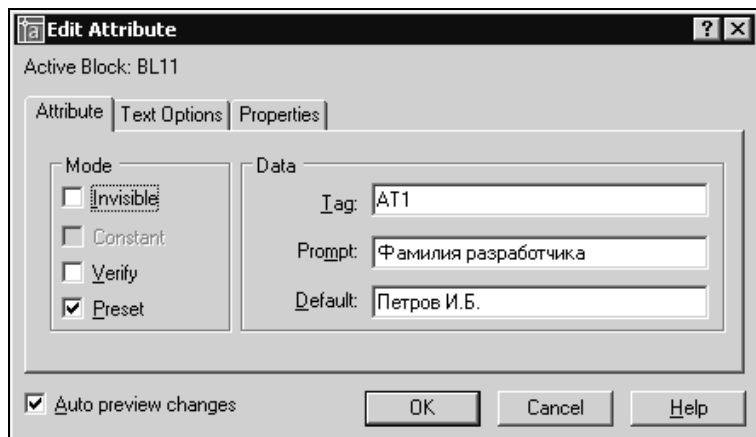

Рис. 17.10. Диалоговое окно редактирования атрибута внутри блока
4. В диалоговом окне **Edit Attribute** (Редактирование атрибута) (рис. 17.10) внесите все необходимые изменения в описание атрибута и щелкните мышью на кнопке **ОК** для выхода из диалогового окна.